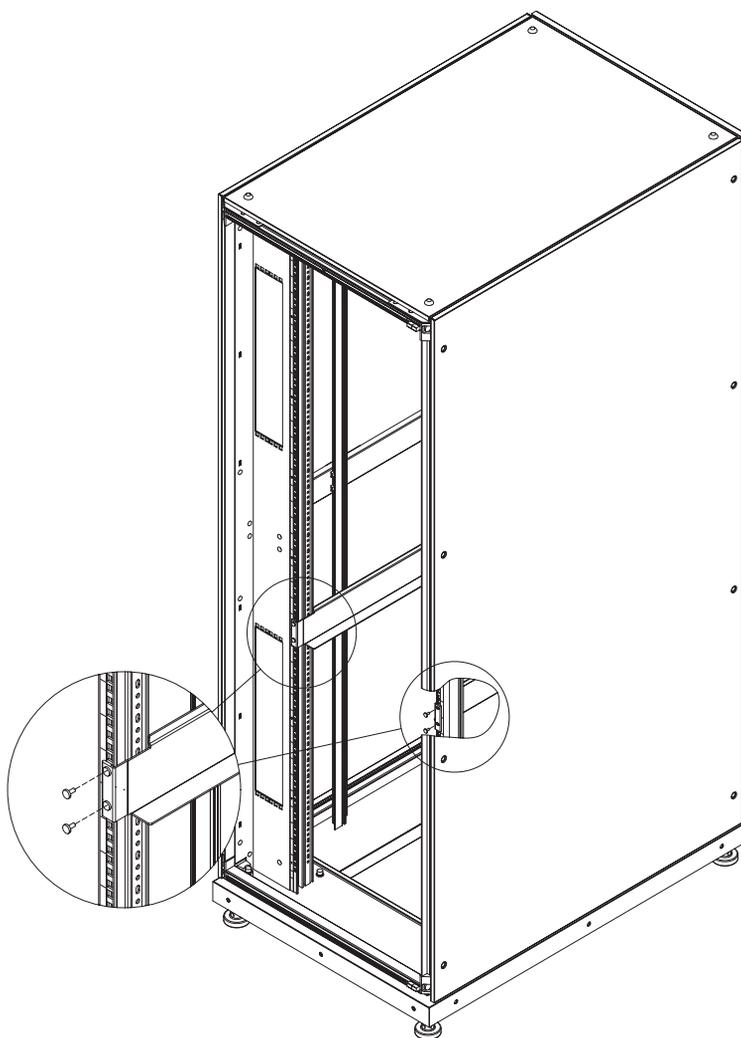

FIGURE 2-10 Installation du support de montage
6. Fixez les rails de montage au rack (FIGURE 2-10) :